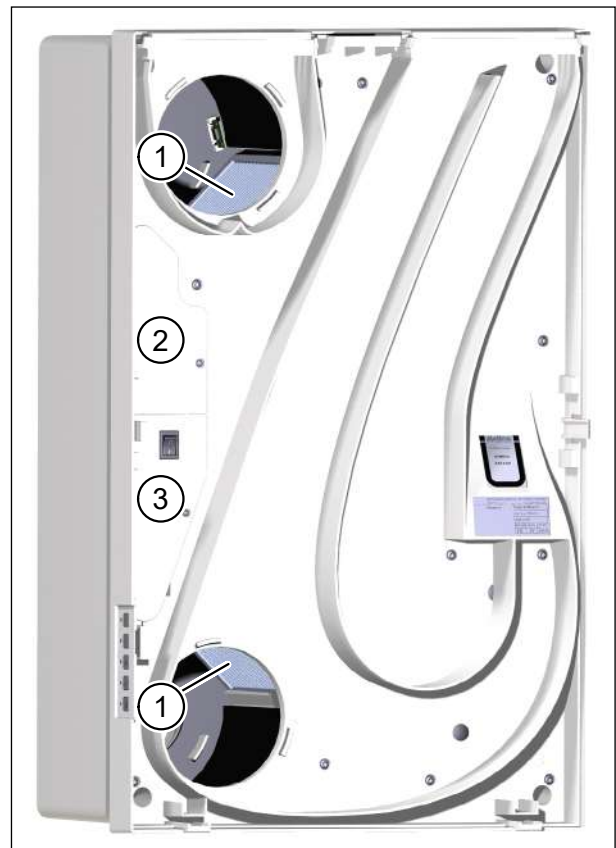

Abb. 15: Wärmeübertrager auf Verunreinigungen prüfen
- ▶ Kontrollieren Sie den Wärmeübertrager (Pos. 1 in Abb. 15) durch Sichtprüfung auf Verunreinigungen.
- ▶ Entfernen Sie auf keinen Fall die obere (Pos. 2 in Abb. 15) oder untere (Pos. 3 in Abb. 15) Elektronikabdeckung.